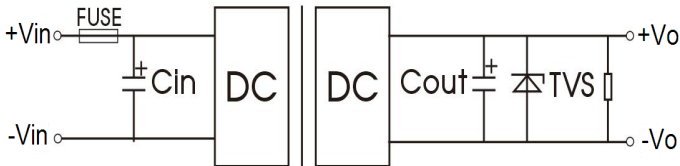

图 1
- (1)产品测试及应用时,请按照(图1)推荐的测试电路进行;至少保障外接一个电解电容Cin($\geq 220\mu\text{F}$),用于抑制输入端可能产生的浪涌电压。
- (2)如果产品输入端并联瞬变能量较大的电路(如并联电机驱动电路),或会导致产品输入电压被拉低,此时关注产品输入电压的波动,建议适当增大输入端电解电容Cin的容值,以保障输入端电压稳定,避免输入电压低于欠压保护点导致产品重复启动的情况。
- (3)如果产品输出端为感性负载时(如继电器,电机),建议在容性负载规格内增大输出电容Cout容值,并增加TVS管,用以滤除电压尖峰
- (4)如需进一步减少输入输出纹波,可适当加大外接电容Cin,Cout容值或选用串联等效阻抗值小的外接电容,外接电容Cout容值不能大于产品的Max.容性负载。